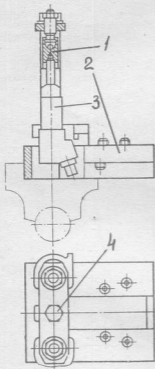

Рис. 1. Приспособление И-801.20.000 для разборки форсунки:
2. Установить форсунку в приспособление для разборки и сборки (рис. 1). (Приспособление И-801.20.000).
4. Отвернуть гайку 19 (рис. 2) распылителя отжав упором 1 (рис. 1) распылитель. (Ключ гаечный 22 мм, приспособление).